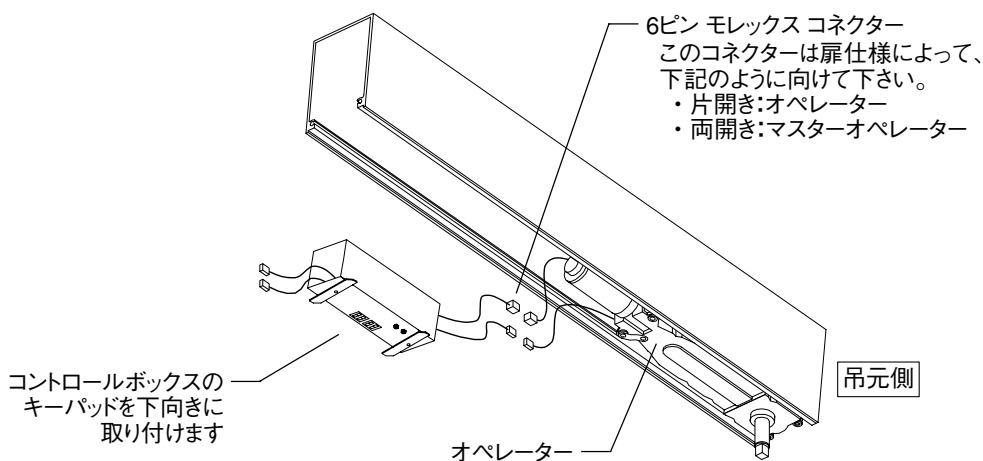

図8-1
- 8.1 コントロールボックスの取り付け方向は、コントロールスイッチが床の方向に向き、6ピンのモレックスワイヤーコネクタがマスターモーターの方向を向くように位置して下さい。（図8-1）